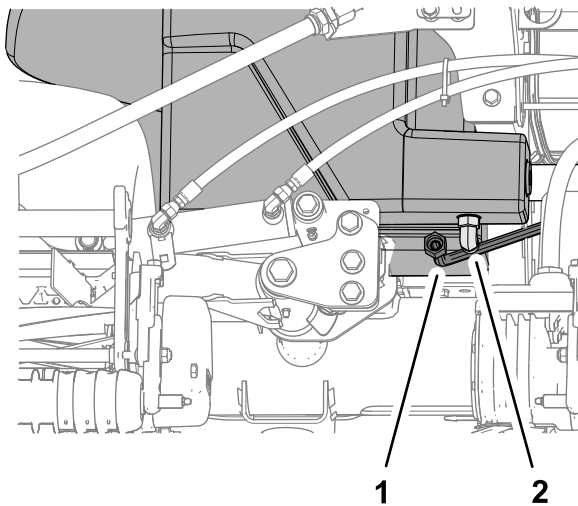

Figure 119
- Placez un grand bac de vidange sous le raccord à 90° (Figure 119) du réservoir hydraulique; voir Capacité de liquide hydraulique \(page 75\).